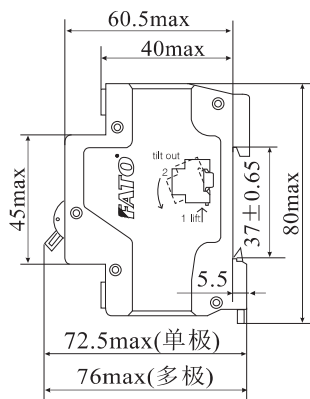

图1
- 安装时按图1位置把断路器卡入安装轨，将断路器上的卡扣件向上推进，使断路器固定在安装轨上，不得松动、掉落。需要拆下断路器时，将卡扣件往下拉动便可；